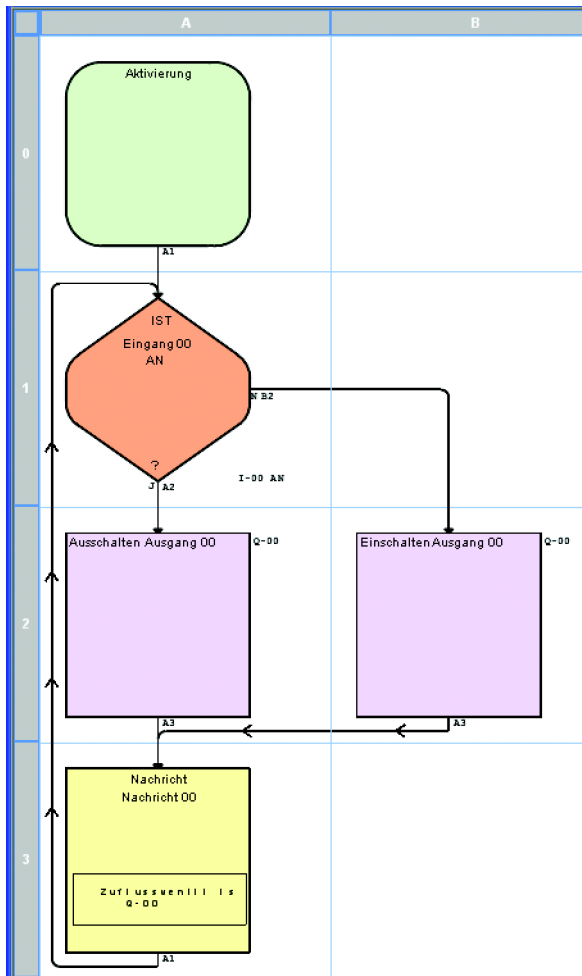

Abbildung 1-12 Fertiges Ablaufdiagramm
4. Verbinden Sie den Ausgangspunkt der Zelle A3 mit dem Eingangspunkt von A1. Das Ablaufdiagramm sollte nun aussehen wie in Abbildung 1-12.